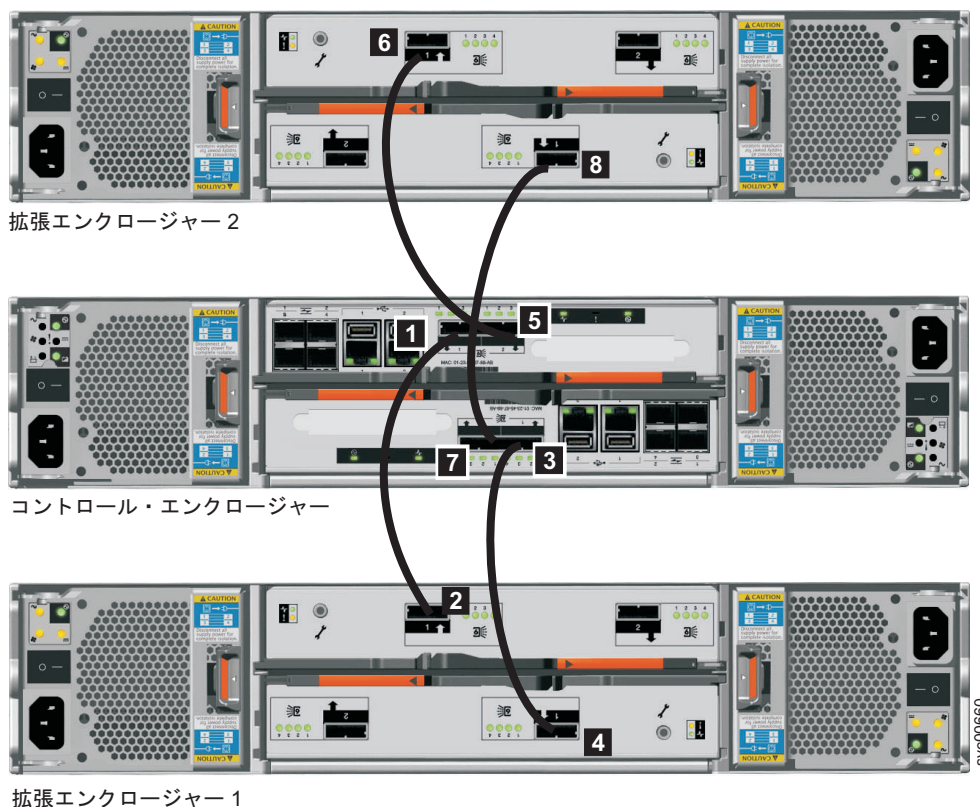

図 13. 2 番目の拡張エンクロージャーの追加
3. コントロール・エンクロージャーの SAS ケーブルを 2 番目の拡張エンクロージャーに接続します (16 ページの図 13 を参照)。2 番目の拡張エンクロージャーはコントロール・エンクロージャーの上にあります。